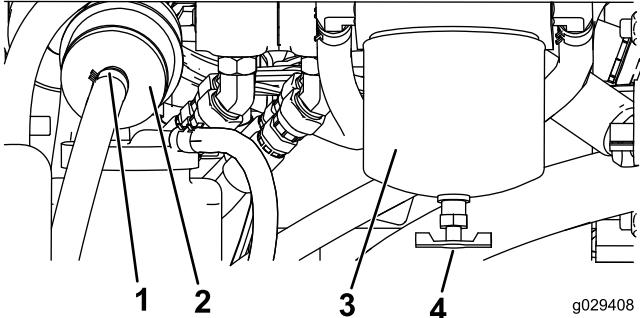

Рисунок 48
- Найдите топливный фильтр на задней стороне двигателя (Рисунок 48) и поместите под него чистую емкость.
- Ослабьте хомуты на обоих концах проходного фильтра и отсоедините от него шланги (Рисунок 48). Удалите в отходы фильтр.
- Наденьте шланги на концы нового фильтра (Рисунок 48), убедившись в том, что стрелка на фильтре показывает в ту же сторону, что и стрелка на старом фильтре.
- Найдите топливный фильтр на правой стороне двигателя (Рисунок 48) и поместите под ним чистую емкость.
- Очистите область крепления стакана фильтра (Рисунок 48).
- Снимите стакан фильтра и очистите монтажную поверхность (Рисунок 48).
- Вверните стакан фильтра вручную в монтажное отверстие. После соприкосновения прокладки с монтажной поверхностью доверните стакан еще на пол-оборота (Рисунок 48).
- Поместите встроенный фильтр под коробкой топливного фильтра (Рисунок 48) и отметьте направление стрелки потока на боковой стороне встроенного фильтра.